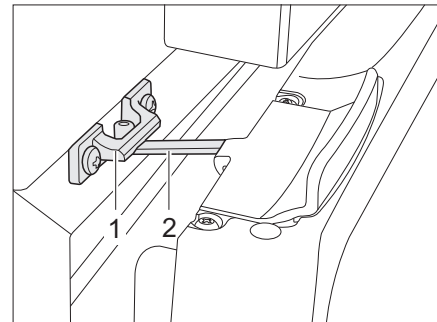

Bild 137 Kühlschranktür in Lüftungsstellung (Thetford)
- Verriegelung (Bild 137,2) aufklappen und in der Verriegelungsaufnahme (Bild 137,1) einrasten. Die Kühlschranktür bleibt damit leicht geöffnet.